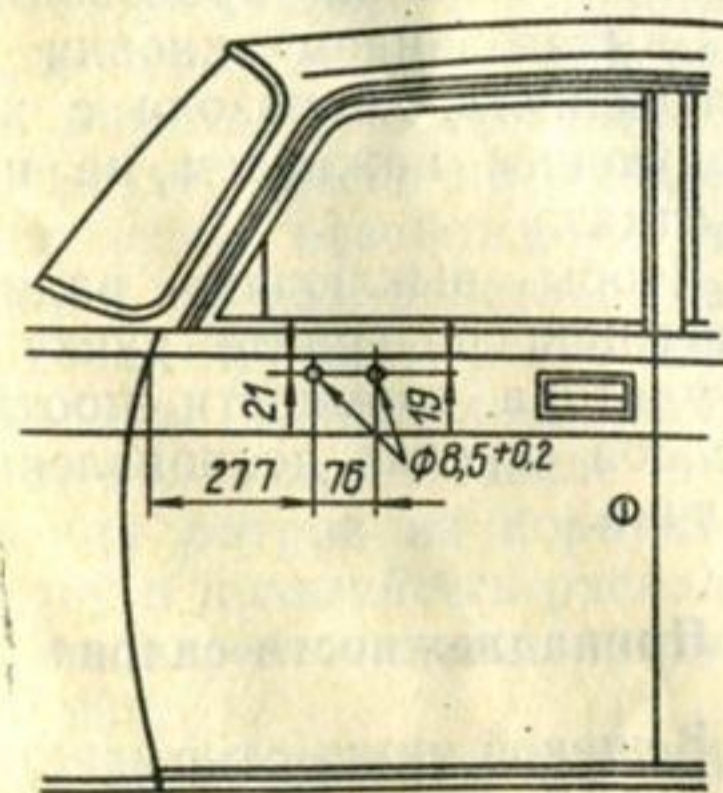

Рис. 22. Расположение отверстий на передней двери для крепления наружного зеркала
1. Просверлите в наружной панели двери два отверстия  $\varnothing 8,5^{+0,2}$  мм в соответствии с размерами, показанными на рис. 22.